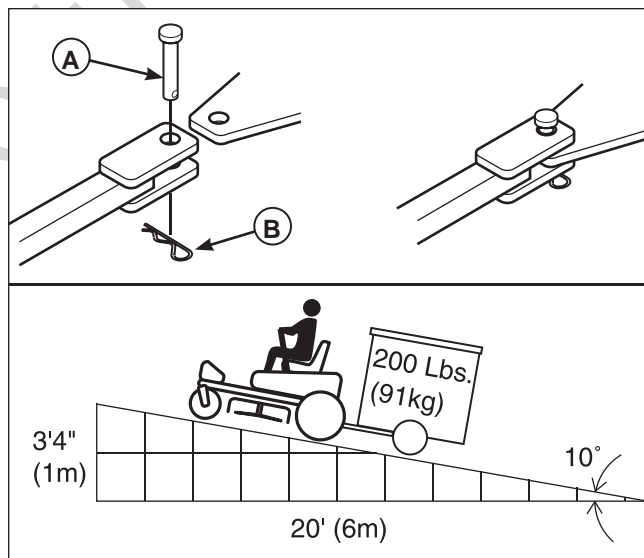

Figura 18. Recomendaciones de peso del remolque
El peso máximo de un remolque debe ser menor a 200 lbs (91kg). Asegure el remolque con un pasador de horquilla (A, Figura 18) y una horquilla (B) del tamaño adecuado.